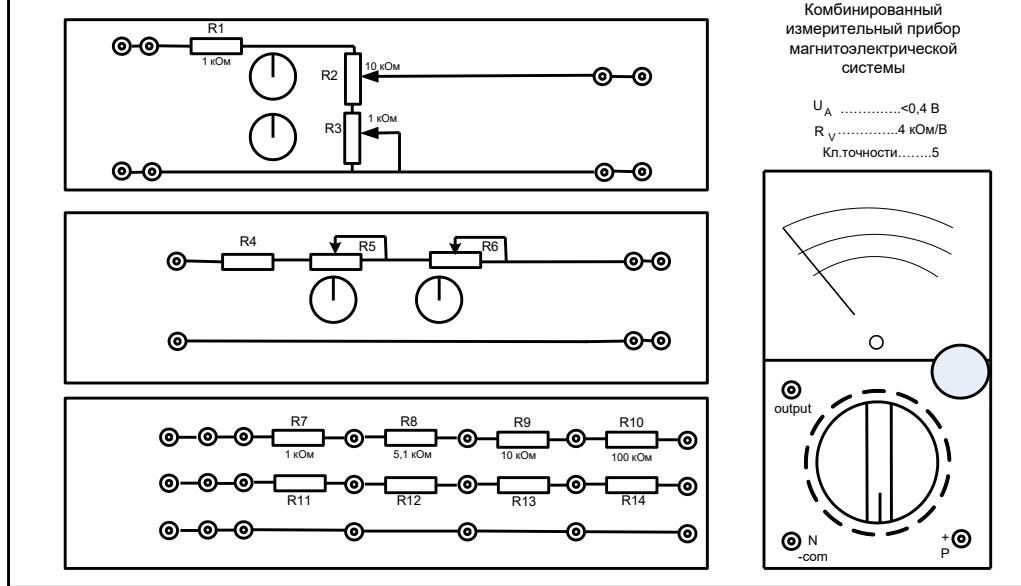

Рис. 1.2. Лабораторный стенд
- а) соединить главный стенд 1 (рис. 1.1) с лабораторным стендом 2 (рис. 1.2).
- соединить главный стенд 1 (рис. 1.1) с лабораторным стендом 2 (рис. 1.2);